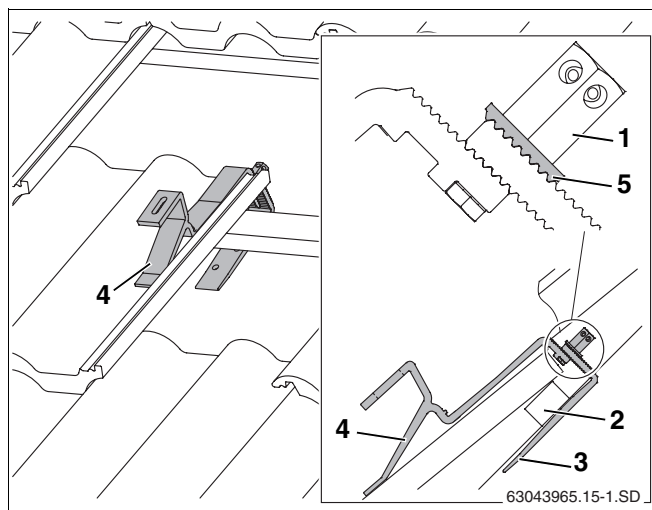

Рис. 13 Установленные кровельные крюки (для наглядности изображены не все элементы черепицы)
- Установить крюки так, чтобы передняя подпорка легла во впадину черепицы (рис. 13, **поз. 4**).
- Сдвинуть вверх нижнюю часть кровельного крюка (рис. 13, **поз. 3**) так, чтобы она прилегала к обрешетке крыши (рис. 13, **поз. 2**).
- Затянуть гайки (рис. 13, **поз. 1**). Для этого вставить ключ SW5 в отверстие гайки и повернуть его.
Зубчатая подкладная шайба (рис. 13, **поз. 5**) должна войти в зацепление с нижней частью кровельного крюка.